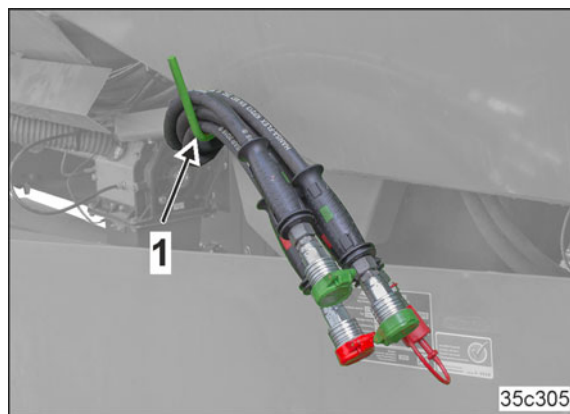

Bild 122
1. Koppla de tillkommande hydraulslangledningarna till kraftuttagshydraulpumpen (Bild 122/1).
- Slangförvaring (Bild 122/1)